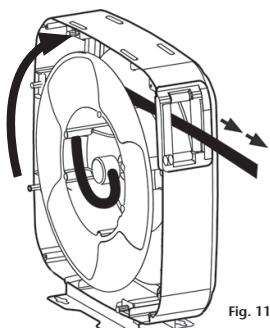

Fig. 11
1. Pull the hose out 10 feet (3 metres) and let the hose reel latch (fig. 11).
1. Dra ut slangen ca 3 meter och låt spärren gå i (fig 11).
1. Ziehen Sie den Schlauch etwa 3 Meter heraus und lassen Sie die Verriegelung einrasten (Fig. 11)